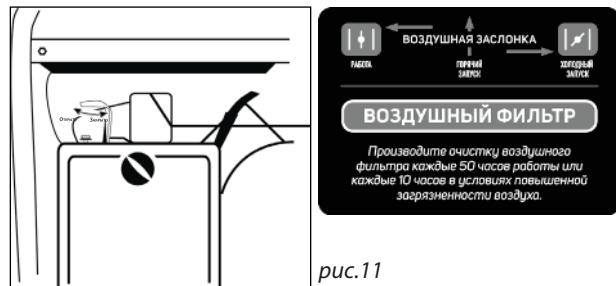

рис.11
- После запуска переведите рычаг заслонки в положение «Работа»(рис.11).